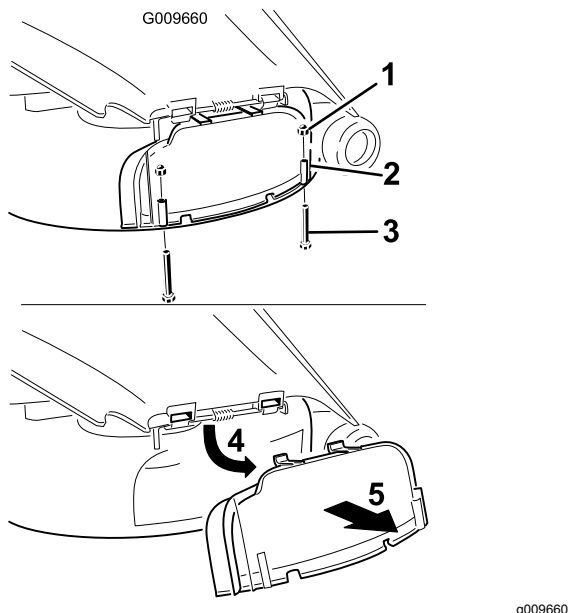

Figure 23
3. Enlevez les 2 boulons et écrous qui fixent le couvercle d'éjection au plateau de coupe (Figure 23).